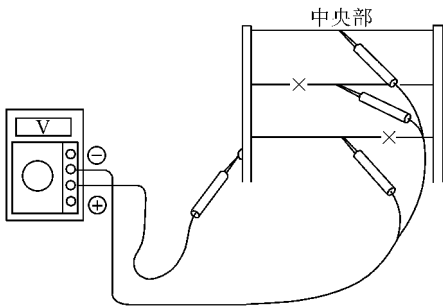

图 18-158 检查各加热丝中央的电压
- ②将点火开关置于 ON 位置，按下除雾器开关，按图 18-158 所示检查各加热丝中央的电压。其电压判断标准见表 18-39。